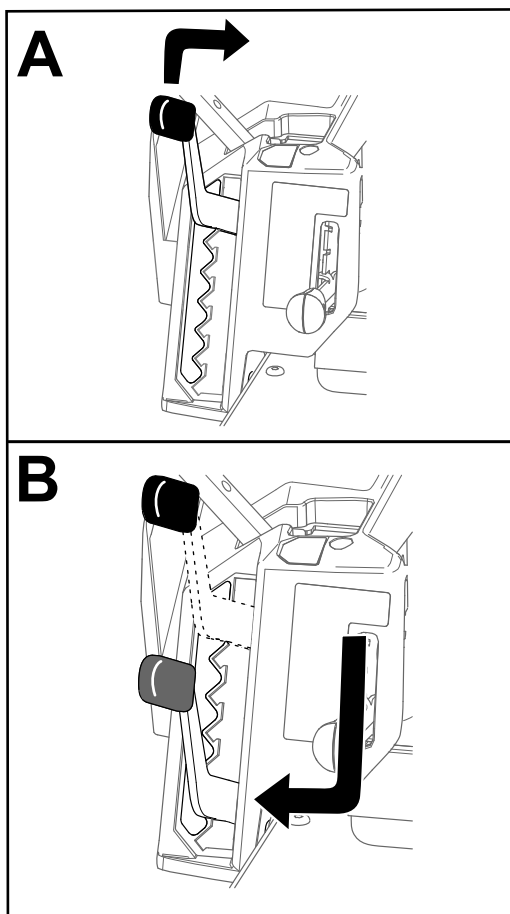

Figure 23
**Remarque:** La position de transport est la position de hauteur de coupe la plus élevée (114 mm [4½ po]), comme montré à la Figure 23.
Vous pouvez régler la hauteur de coupe de 38 à 114 mm (1½ à 4½ po) par paliers de 13 mm (½ po). La hauteur de coupe est réglée par le levier situé à droite de la position d'utilisation (Figure 23).